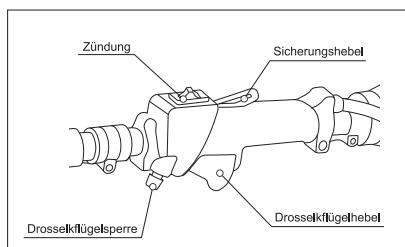

fig. 10
5. Drehen Sie den Zündschalter am Steuerhebel auf EIN/1. Drücken Sie bei gedrücktem Sicherungshebel den Gashebel und verriegeln Sie ihn mit der Sperre (Abb. 10).
1. Schalten Sie die Zündung mit dem Schalter am Steuerhebel ein (Abb. 10).
2. Drücken Sie bei gedrücktem Sicherungshebel den Gashebel und verriegeln Sie ihn mit der Sperre (Abb. 10).